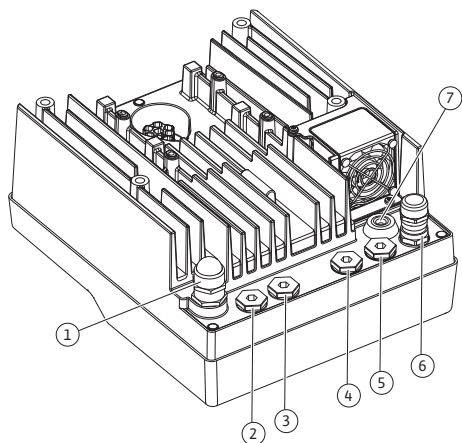

Fig. 23: Šroubení kabelu / prostupy kabelu (0,37 kW ... 7,5 kW)
Na elektronickém modulu (Fig. 23) se nachází šest prostupů kabelu do prostoru svorkovnice. Kabel napájení elektrického ventilátoru na elektronickém modulu je namontován již z výroby. Je nutné dodržovat požadavky na elektromagnetickou kompatibilitu.
4. Přívodní kabel protáhněte šroubením kabelu M25 (Fig. 23, poz. 1, pro 0,37 kW ... 7,5 kW).